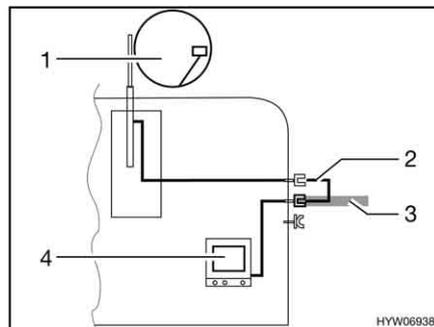

Fig. 117 TV nel veicolo
- TV nel veicolo (Fig. 117,4): Collegamento all'antenna del tetto (Fig. 117,1) con cavo di collegamento (Fig. 117,2)
- TV nel veicolo (Fig. 117,4): Collegamento a antenna esterna (Fig. 117,3)